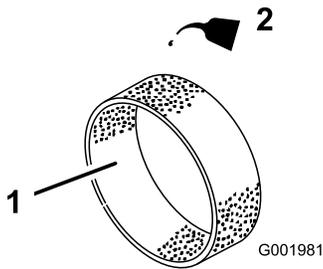

Figura 41
4. Ponga de 30 a 59 ml de aceite en el elemento (Figura 41).